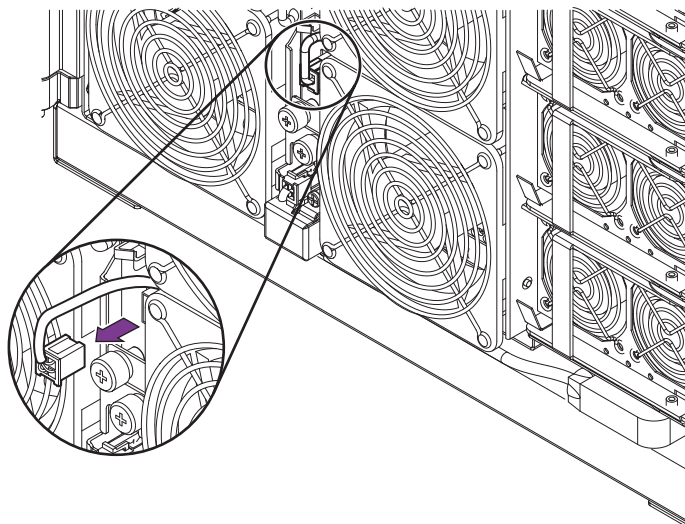

図 7-1 ファンの電源コネクタの外し方
5. 電源コネクタを外します (図 7-1)。
5. ファンに電源コネクタをふたたび取り付けます (図 7-1)。